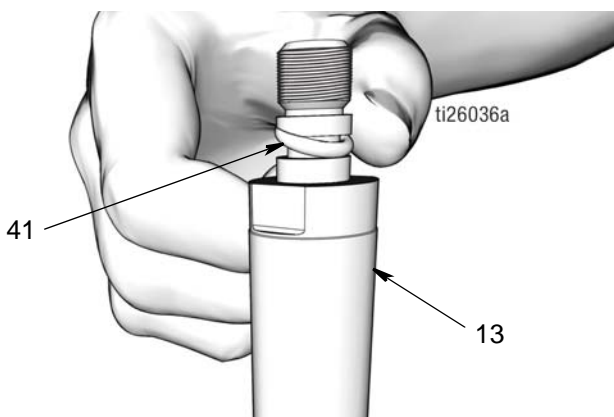

Рис. 47
- Используйте чистую салфетку для обтирания штока поршня (13) и поршня (6), и для удаления любой грязи или загрязняющих веществ. Осмотрите поверхности на отсутствие любых царапин или повреждения. Замените поврежденные детали.
- Нанесите тонкий слой консистентной смазки на уплотнительное кольцо (41). Установите уплотнительное кольцо круглого сечения над пазами поршневого штока (13) (Рис. 47).